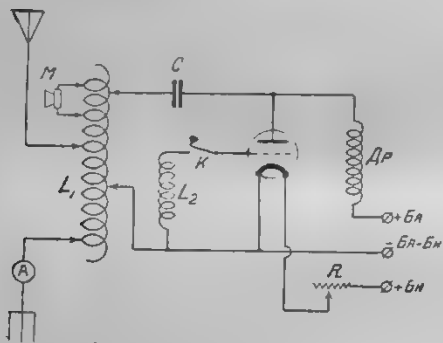

Рис. 1. Схема передатчика.
**ПРЕЖДЕ** чем приступить к знакомству с конструкцией передатчика, нужно ознакомиться с его принципиальной схемой. Будем считать, что описываемый ниже передатчик — первое передающее устройство любителя, прошедшего главнейшие ступени работы с приемниками. Поэтому этот первый передатчик должен быть прост по конструкции и дешев, а также иметь легкое управление. Исходя из этих соображений, для первого опыта мы возьмем схему, указанную на рис. 1. Это схема лампового генератора с индуктивной связью сетки. Можно было бы остановиться на обычной трехточечной схеме с общей катушкой авода и сетки; но дело в том, что указанная на рис. 1 схема более гибка и с нею легче оперировать начинающему экспериментатору. Как видно из чертежа, генераторная часть состоит всего лишь из трех катушек, постоянного конденсатора и лампы. Лампа может быть типа Р5, 3К1, 3К2 или, наконец, 1Г в зависимости от имеющегося анодного напряжения. Кроме того, можно ставить в параллель 2—3 лампы. Что же касается модуляции, то, имея в виду простоту, мы избрали так называемый способ модуляции поглощением. Его можно осуществить, как указано на рис. 1, т. е.